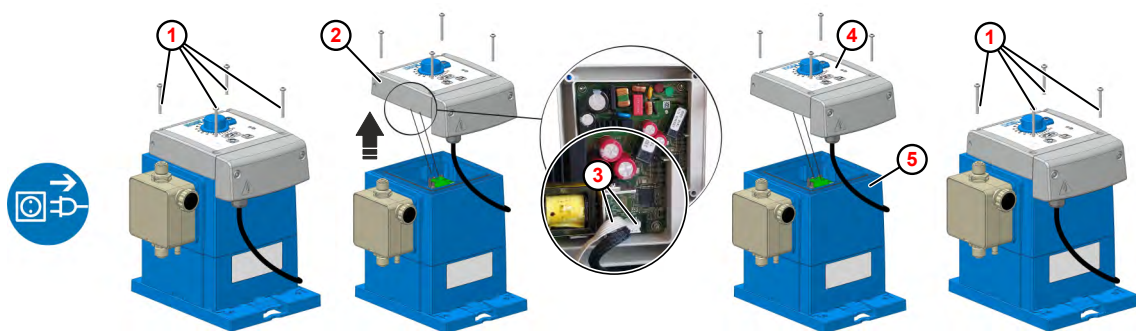

Fig. 18 : Remplacement de l'unité de commande
2. Desserrer les vis de fixation ( Fig. 18 , ① ) de l'unité de commande ② .